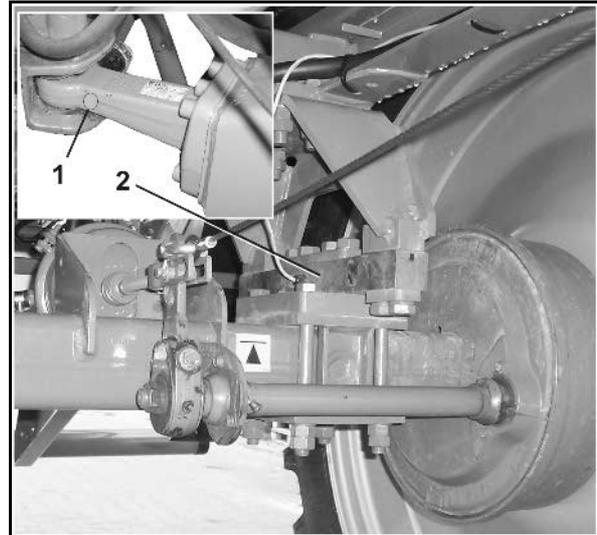

Рис. 22
**ZG-B Drive:** Машина может оснащаться одним взвешивающим устройством с 3 взвешивающими элементами (Рис. 22/1 и Рис. 22/2) для